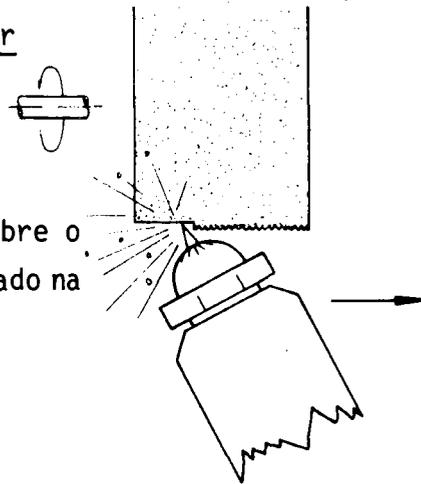

Fig. 4
- b Dê passes sucessivos com o diamante no rebolo aumentando a penetração até alinhar e limpar completamente a superfície (fig. 4).